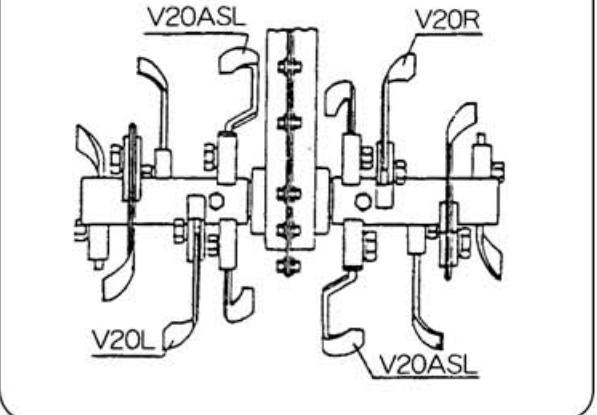

図 53
### (8) 溝堀セット45(図53)
耕うん刃の取付けは図53に示すようにセットしてください。